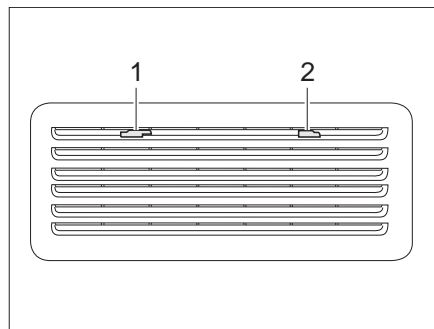

Fig. 223 Rejilla de ventilación del frigorífico (Thetford)
- Deslizar el bloqueo (Fig. 223,1) hacia el centro.